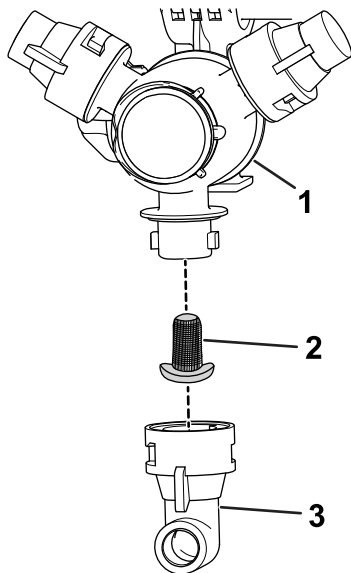

図 112
- タレットからノズルを外す 図 112。
- 古いノズルフィルタ 図 112を外す。
- 新しいノズルフィルタを取り付ける 図 112。
- タレットにノズルを取り付ける 図 112。